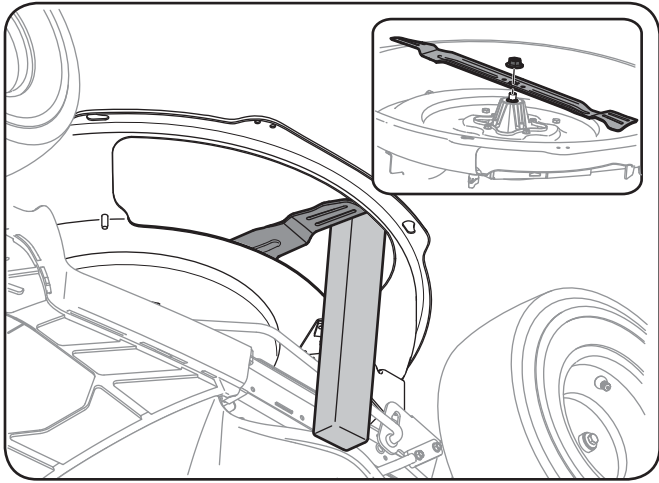

Figure 7-7
2. Insérez une cale en bois ou un morceau de poutre de 2 x 4 la lame jusqu'à ce que la cale se coince entre l'ouverture du plateau de coupe et la lame, comme à la Fig. 7-7.
3. Retirez l'écrou à bride à six pans qui maintient la lame. Voir la Figure 7-7.